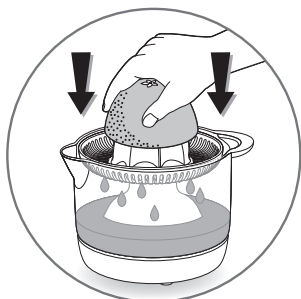

fig.2
- Placez la moitié de l'agrumes sur le cône plastique **(C)** et appuyez doucement pour la mise en marche de l'appareil **(fig. 2)**. Le jus s'écoulera directement dans la verseuse **(B)**.
- Place the halved fruit onto the plastic cone (**C**) and press it down gently to start the appliance (**fig. 2**). The juice will flow directly into the jug (**B**).
- Plaats een halve vrucht op de kunststof perskegel **(C)** en druk er zacht op om het apparaat in te schakelen (**fig. 2**). Het sap stroomt direct in de kom **(B)**. Haal het fruit van de perskegel als al het sap eruit is geperst.
- Setzen Sie eine Hälfte der Zitrusfrucht auf den Presskegel **(C)** und drücken Sie vorsichtig, damit das Gerät in Gang gesetzt wird (**Abb. 2**). Der Saft fließt direkt in den Behälter **(B)**. Entfernen Sie die Frucht vom Presskegel, nachdem der ganze Saft ausgepresst wurde.